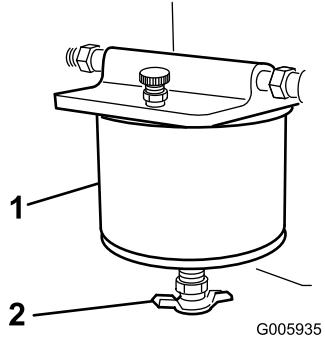

Bild 12
3. Schrauben Sie den Ablasshahn auf, bis das Wasser aus dem Filter läuft (Bild 12).